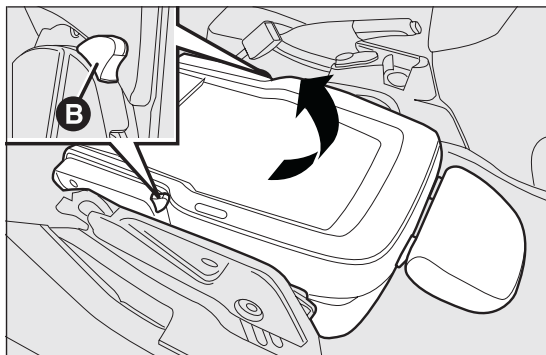

fig. 26
- ❑ agire sulle leve B fig. 26 e sollevare ulteriormente il sedile verso l'alto.